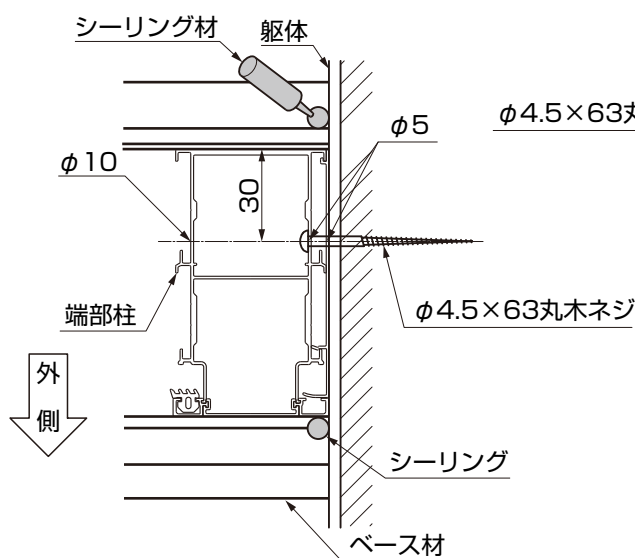
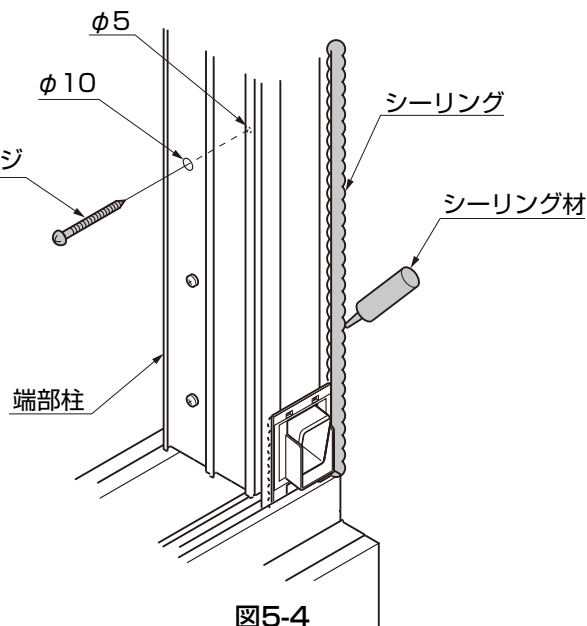

図5-3
図5-4
②端部柱と躯体を、「φ4.5×63丸木ネジ」で取付けてください。(図5-3、図5-4参照)
③端部柱と躯体の取合せ部にシーリングをしてください。(図5-3参照)